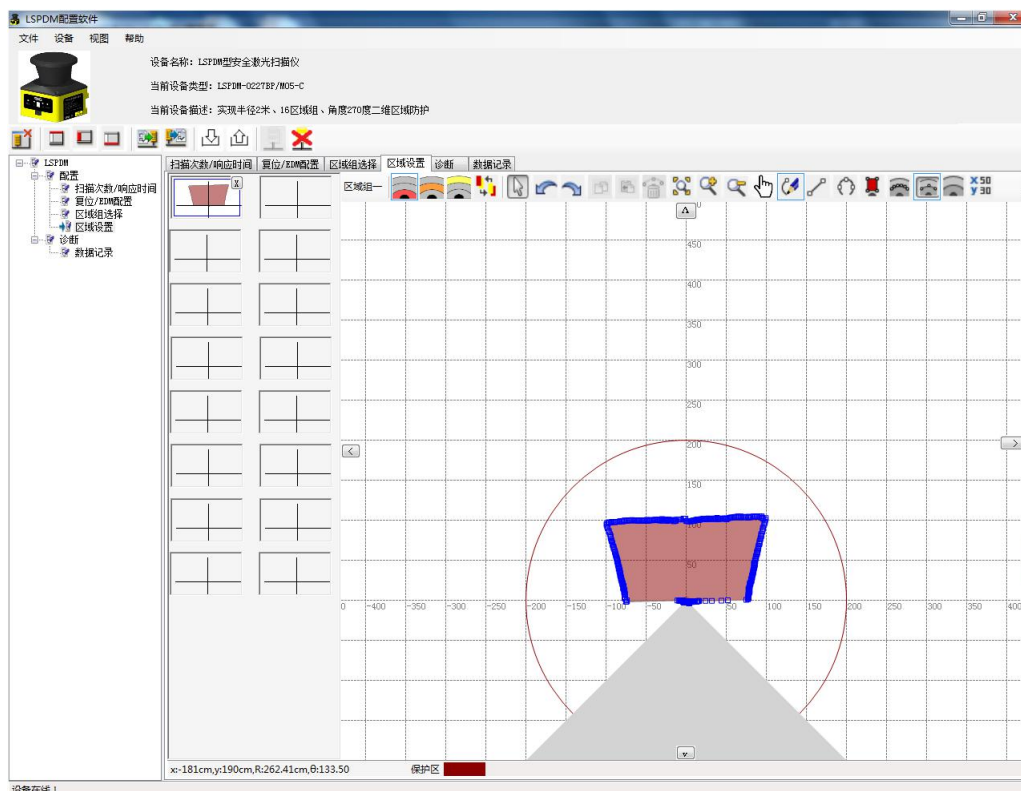

图 3.2.7 扫描最小轮廓
步骤①：点击工具栏【最小轮廓扫描】，操作员使用试件围绕需防护区域边界移动一周，扫描仪将采集到的最小环境轮廓生成防护区域并不断更新，如下图 3.2.7 所示。